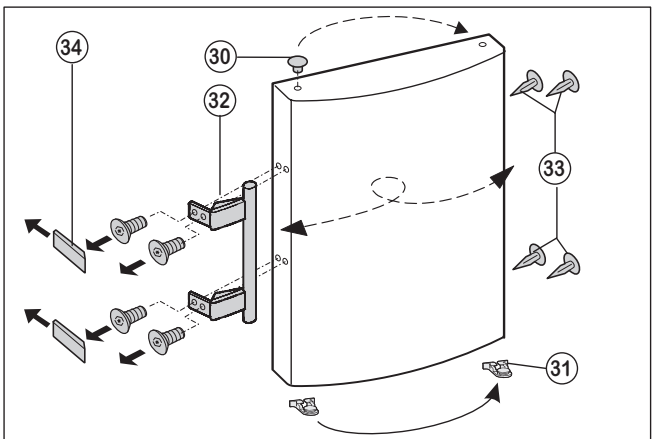

Fig. 4
- Estrarre il tappo in fig. 4 (30) dalla sede del cuscinetto della porta superiore e cambiarlo di posizione.
- Estrarre il tappo in fig. 4 (30) dalla sede del cuscinetto della porta inferiore e cambiarlo di posizione.
- Smontare la linguetta a molla in fig. 4 (31) dalla porta del vano frigorifero e spostarla sul nuovo lato della cerniera.
- Smontare le maniglie della porta fig. 4 (32), il tappo fig. 4 (33) e le piastre di compressione fig. 4 (34) a porta aperta.